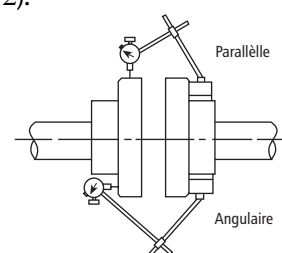

Figure 2
- On **DOIT** vérifier l'alignement avant la mise en service de la pompe (fig. 2).